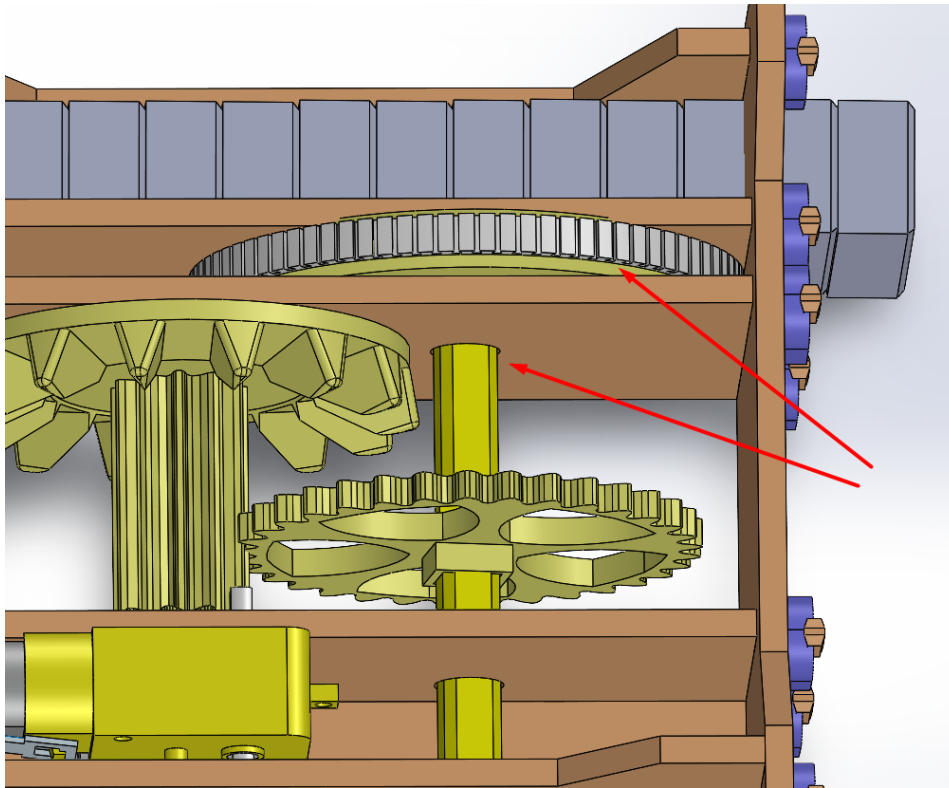

FIGURE 18
STEP 14: Avant de finir l'insertion de l'axe, nous allons placer la première roue entre les deux murs proches l'un de l'autre, puis nous poussons l'axe à travers comme dans la figure 18.